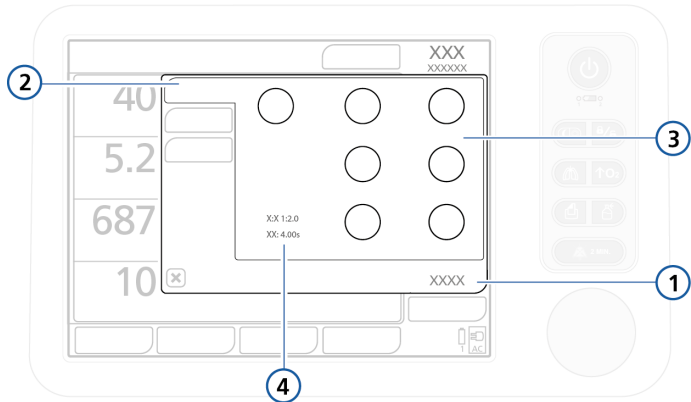

图 4-5. 基础设置、控制窗口
- 除控制设置外，基础窗口还显示由计时控制设置确定的呼吸计时参数；请参阅图 4-5。
1. 打开**控制** -> **基础**窗口（图 4-5）。